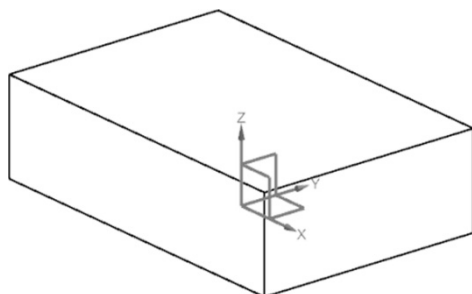

图 4-12 插入坐标系
(24) 选取“菜单 | 插入 | 基准/点 | 基准 CSYS”命令，插入坐标系，如图 4-12 所示。